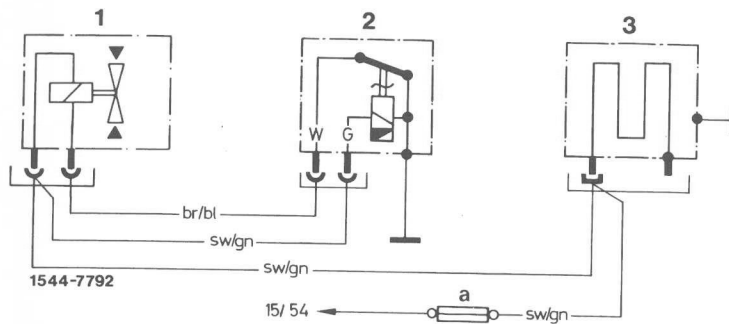

Fig. 38
1. Check fuse no. 14 (item "a", fig. 38).